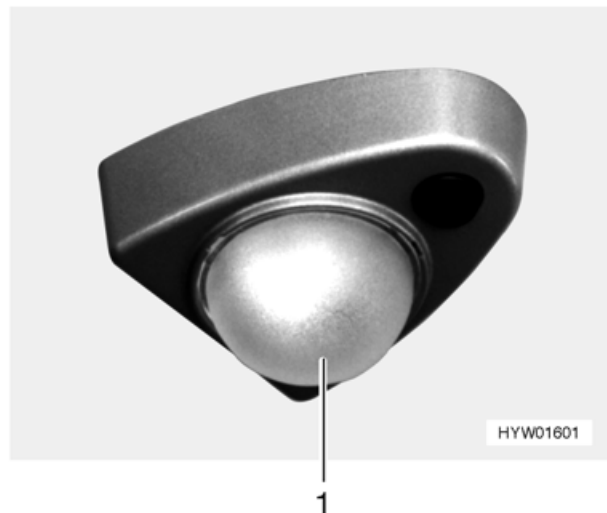

Bild 113 Spotleuchte (Variante 1)
- Das Glas (Bild 113,1) im Uhrzeigersinn drehen.